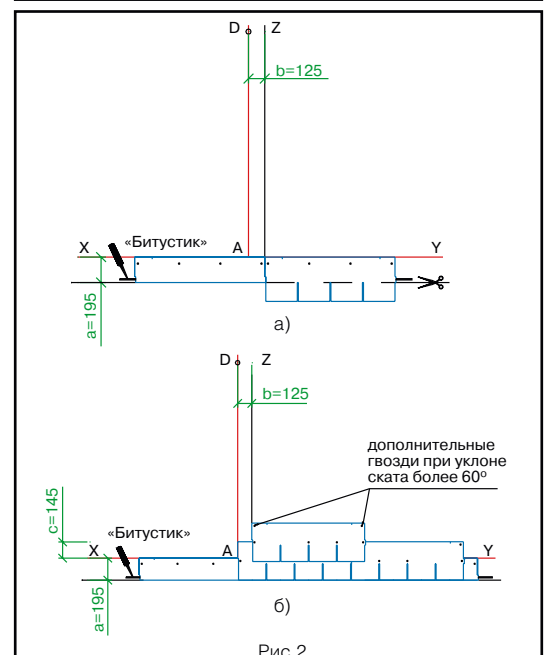

Рис. 2
Укладка материала (рис. 2)
- Начальный ряд формируется из листов черепицы СТАНДАРТ обрезанных по линии образованной конечными точками вырезов. Полученные таким образом полосы шириной 19,5 см укладываются по линии карниза в обе стороны от линии Z (рис. 2а) и фиксируются по нижнему краю битумной мастикой «Битустик», а по верхней кромке 4 гвоздями (ось гвоздей на 5 см ниже верхнего края полосы);
- далее первый ряд черепицы укладывается от линии AD (рис. 2б);
- второй ряд укладывается от линии Z (со смещением 12,5 см от AD) (рис. 2б);